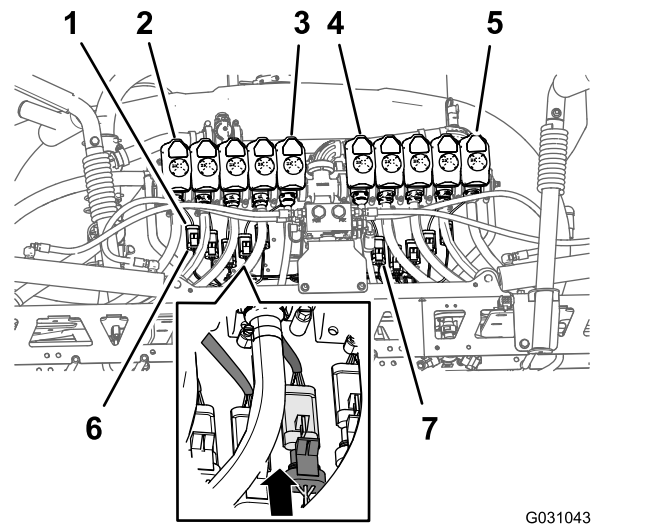

图 113
- 将带有喷嘴阀 1 至喷嘴阀 5 标签的 218.4cm 线束支管的 3 插槽接头放到 10 阀阀门安装架的后部位置要低于喷嘴阀 1 至 5 图 113。
- 将带有喷嘴阀 6 至喷嘴阀 10 标签的 218.4cm 线束支管的 3 插槽接头放到 10 阀阀门安装架的后部位置要低于喷嘴阀 6 至 10 图 113。
- 将标有喷嘴 1 的后线束 3 针插槽接头连接至喷嘴阀 1 线束的 3 针接头图 113。
- 在喷嘴阀位置 2 至 10 重复步骤 3 图 113。